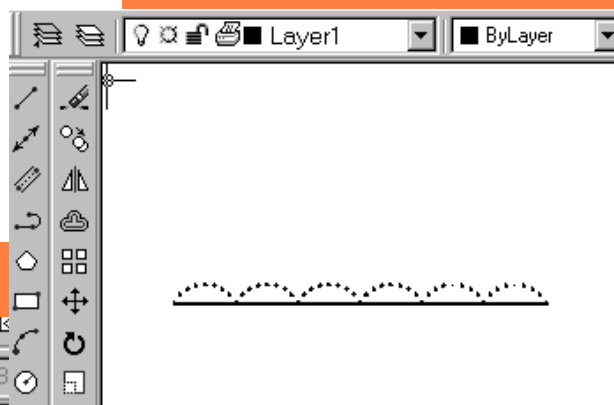

图 1-36 等分号的绘制完成图
(3) 使用菜单栏中的 Modify(修改) 项中的 Copy object(复制对象) 工具, 复制出其他部分, 如图 1-36 所示。